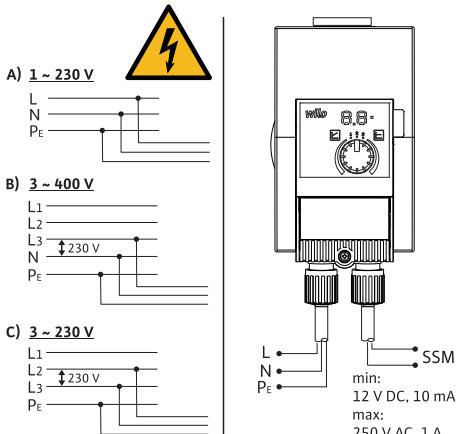

Fig. 3: Mogućnosti priključivanja
- Priklužite na niskonaponske mreže od 230 V. Prilikom priključivanja na IT mreže (oblik mreže Isolé Terre) obvezno osigurajte da napon između faza (L1-L2, L2-L3, L3-L1 → Fig. 3) ne prelazi 230 V. U slučaju pogreške (zemljospoj) napon između faza i PE ne smije prelaziti 230 V.